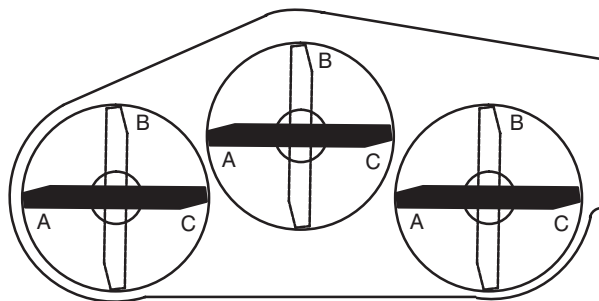
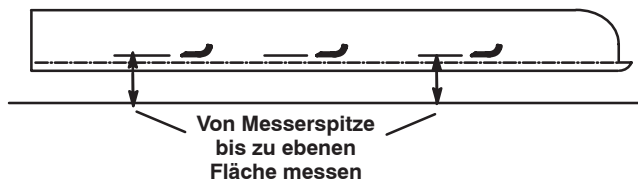

Bild 29
Bild 30
5. Stellen Sie alle drei Messer in die Stellung „A“ (Bild 29) und messen Sie von der ebenen Fläche bis zur Unterseite der Spitze jedes Messers (Bild 30).
6. Merken Sie sich den unter A erhaltenen Wert. Drehen Sie die Messer auf die Stellung „B“ (Bild 29), messen Sie den Abstand aller Messer zur ebenen Oberfläche und notieren Sie die Werte (Bild 30).
7. Drehen Sie die Messer auf die Stellung „C“ und messen und notieren Sie die Werte (Bild 29 und 30).